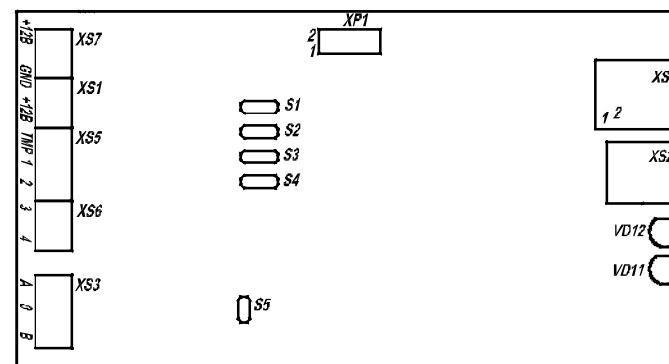

Рис.1
5.1 Адаптер подключается к системному блоку компьютера на любой свободный порт USB посредством соединительного USB-кабеля (разъем XS2 Рис.1). При первом включении ОС Windows запросит драйверы для виртуального последовательного порта, укажите путь к диску с ПО.
5.4 Соединение БУН Р-12-4 и АИУ производится посредством многожильного кабеля марки КСПВГ 8х0,12 (или аналогичным с сечением не менее 0,12мм²) в соответствии с надписями разъемов XS1, XS5, XS6 (Рис.1)